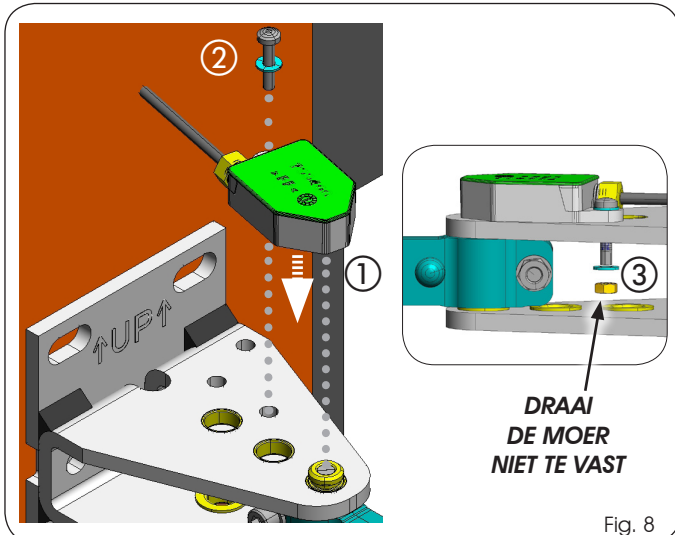

Fig. 8
3. Monteer de encoder op de achterbeugel en zorg ervoor dat die op de juiste wijze op de pen wordt geplaatst en bevestig hem met de meegeleverde schroef en moer. (Fig. 8 ref. ① ② ③).